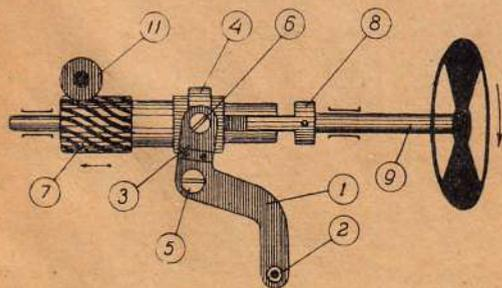

Рис. 1. Компенсатор проектора ТОМП.
Оптическая часть проектора ТОМП-4 подразделяется на осветительную и изображающую. Осветительная оптика состоит из вогнутого сферического зеркала И, а изображающая — из объектива (рис. 1), вставляющегося в кремальеру.
Компенсатор состоит из следующих деталей (см. рис. 1): рычаг компенсатора (1), палец рычага (2), держатель (вилка) разрезного кольца (3), разрезное кольцо (4), осевой винт (5), два винта крепления пальца на держателе (6), цилиндрическая пятнадцатизубцовая шестерня со спиральными зубцами (7). Последняя имеет в шейке торцовый паз, в который входят торцовые отростки упорной шайбы (8), обтюраторной оси (9).